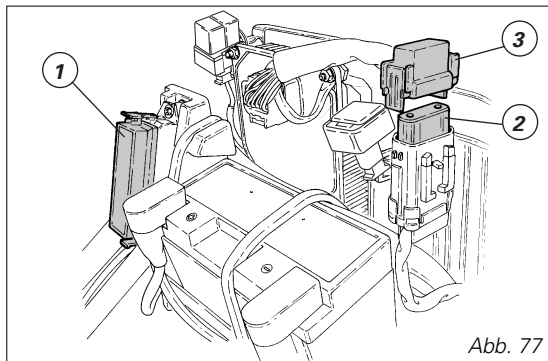

Abb. 77
Der Hauptsicherungskasten (Abb. 77) befindet sich auf der linken Seite der Batterie. Die verwendeten Sicherungen sind nach dem Abnehmen des Schutzdeckels (1), auf dem die Einbauordnung und der jeweilige Wert in Ampere angegeben sind, zugänglich. Nur sechs Sicherungen sind an der Anlage angeschlossen; zwei sind Ersatzsicherungen.
Die Sicherung mit 40A (2), die auf der rechten Seite der Batterie (Abb. 77) liegt und schützt den elektronischen Spannungsregler. Um an die Sicherung zu gelangen, muss man die Schutzkappe (3) abnehmen.